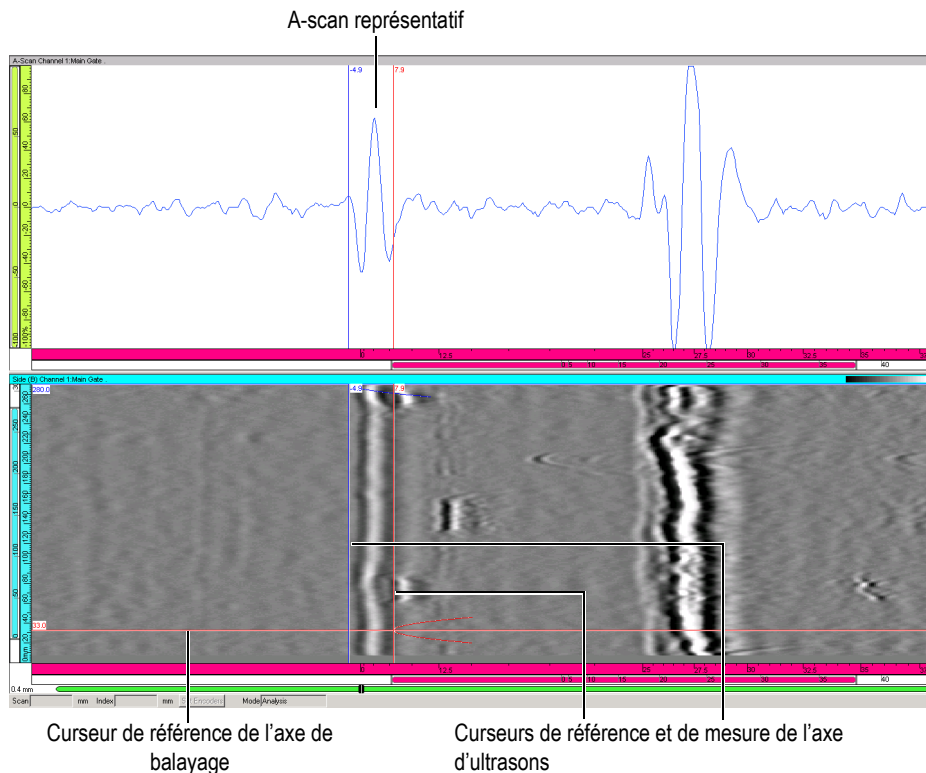

Figure 7-20 Sélection d'un A-scan de référence
2. Placez le curseur de référence de l'axe de balayage (rouge) dans la vue **Côté (B)** pour sélectionner un A-scan de référence dans une zone sans défaut (voir la Figure 7-20 à la page 376). Si la sélection du A-scan de référence a été effectuée correctement avant la synchronisation de l'onde latérale, il n'est pas nécessaire de répéter cette opération.
3. Placez le curseur de référence de l'axe d'ultrasons (rouge) et le curseur de mesure de l'axe d'ultrasons (bleu) de chaque côté de l'onde latérale dans la vue **Côté (B)** [voir Figure 7-20 à la page 376]. Si le signal de l'onde latérale varie beaucoup, il est important de placer les curseurs de chaque côté de la première oscillation du signal latéral.